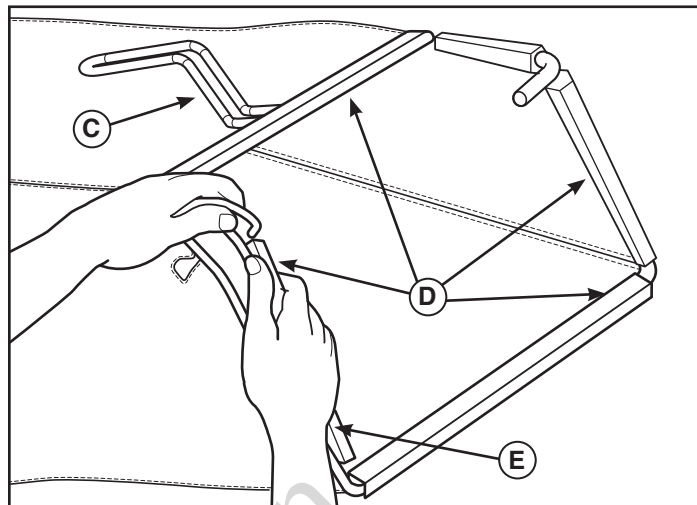

Fig. 4
1. Sätt in uppsamlarens ram i påsen, med påsens hårda golv mot botten. Se till att ramens handtag (**C**, Fig. 4) är utanför påsen och vänd uppåt.